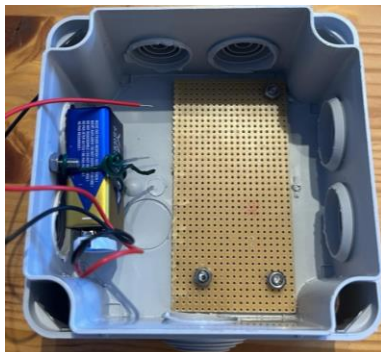

Figure 4 : Schéma de la deuxième partie de la réalisation du simulateur
- Placer une plaque à trous dans la boîte de dérivation. (Voir figure 4)